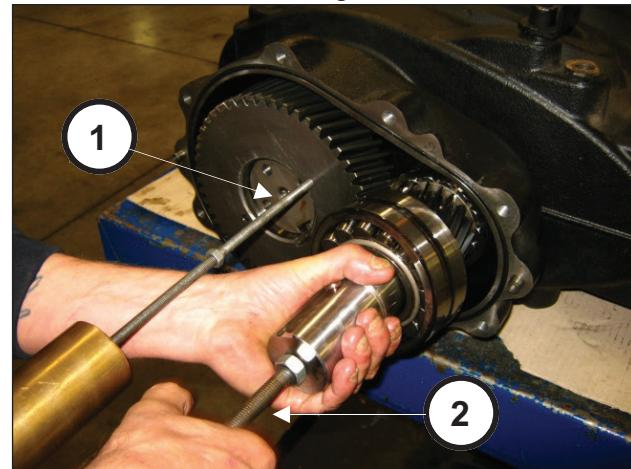

Abb. 12
Zur Entnahme der Gruppe Ritzel + Zahnkranz ist es erforderlich, Schlagwerke an den 2 Bohrungen M8 des Zahnkränzes (Pos. ①, Abb. 12) und an der Bohrung M12 des Ritzels (Pos. ②, Abb. 12) anzubringen.